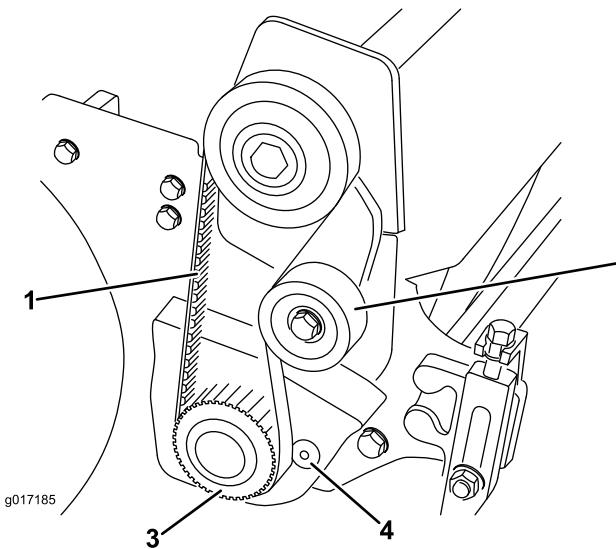

图18
2. 旋松惰轮皮带轮，以释放皮带的张紧力，然后从皮带轮上取下滚刀驱动皮带 (图18)。
3. 使用 1.3cm 传动棘轮和延长件, 从滚刀轴上卸下驱动皮带轮 (图18)。
5. 卸下将疏草刀臂盖固定到轴承壳体和侧板上的 2 个平头螺丝和螺母 (图18)。